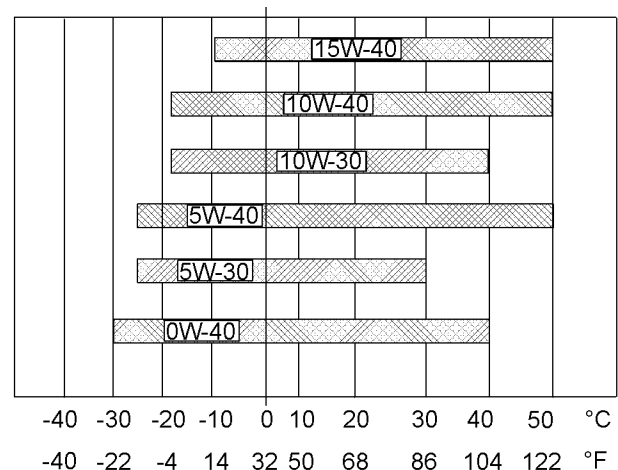

Ilustración 31
Consulte la Ilustración 31 (temperatura mínima) para determinar la viscosidad necesaria del aceite para arrancar un motor frío.
Consulte la Ilustración 31 (temperatura máxima) para seleccionar la viscosidad de aceite para la operación del motor a la temperatura ambiente más alta esperada.
- Consulte las “viscosidades de lubricante” correctas. Consulte la Ilustración 31 para encontrar el grado correcto de viscosidad de aceite para su motor.